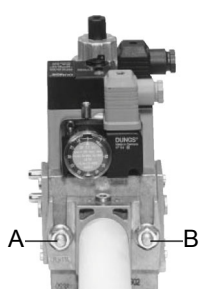
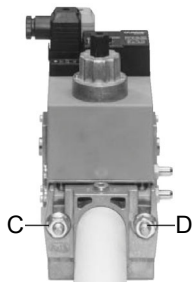
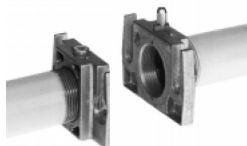

Рис. 2
Рис. 3
Рис. 4
- 2 Поднимите пластину с помощью винтов, как показано на рис. 2
3. Затянуть винты А, В, С и D (Рис. 2 - Рис. 3), соблюдая дистанции монтажа (Рис. 4);
ВНИМАНИЕ: после монтажа газовой рамы согласно схеме на Рис. 2, необходимо провести тестирование на герметичность газового контура, согласно требований действующих нормативов.